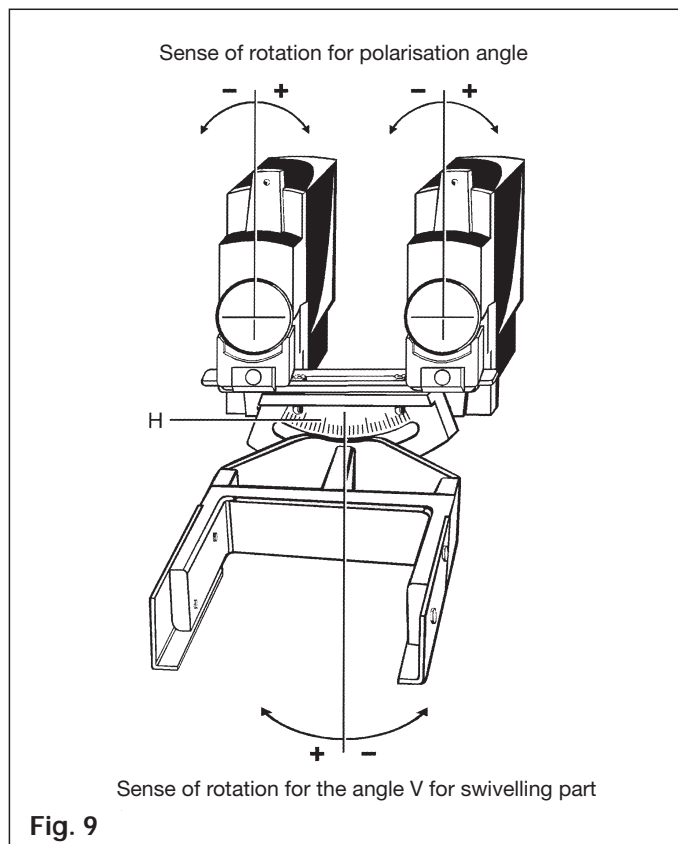

Fig. 9
5. Setting polarisation angle (Fig. 9)